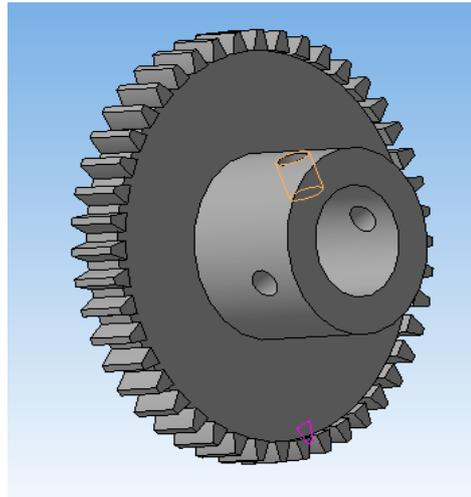

Рисунок 109.
11. Выберите команду «*Вырезать выдавливанием*» и вырежьте в обратном направлении с параметром «*Через все*». Получается третье отверстие (рисунок 109).